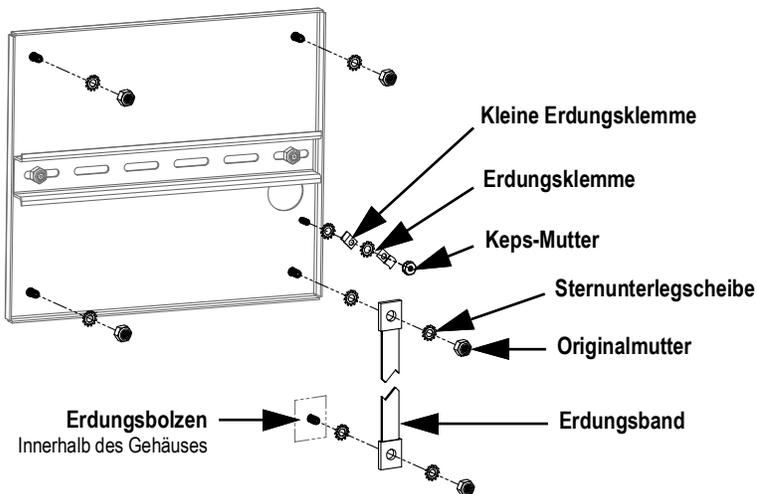

Abbildung 2-29. Schirmdung der Rückwand
3. Befestigen Sie das andere Ende des Erdungsbandes mit Sternscheiben auf beiden Seiten an einem Erdungsbolzen im Inneren des Gehäuses, siehe Abbildung 2-29. Vergewissern Sie sich, dass das Erdungsband genügend Spielraum zum Öffnen und Schließen der Gehäusetür hat.
**HINWEIS:** Vergewissern Sie sich, dass zuerst die kleine Erdungsklemme und dann die große angebracht wird, siehe Abbildung 2-29 auf Seite 39.